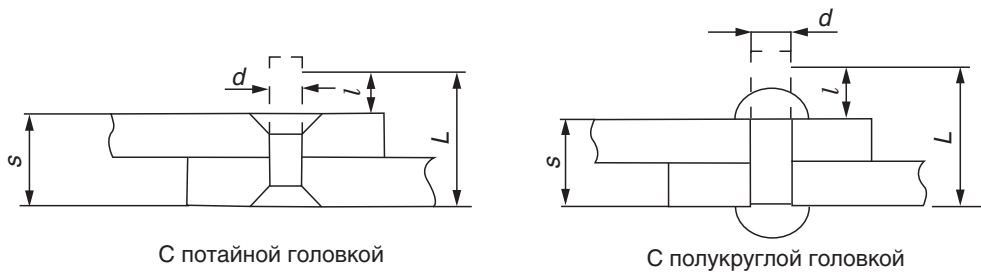

Рис. 75. Расчет длины заклепки
Длина стержня заклепки (L) определяется в зависимости от общей толщины соединяемых деталей и формы замыкающей головки (рис. 75). Замыкающая головка образуется из выступающей части стержня. Длина выступающей части стержня заклепки (l) должна составлять: для потайной головки — $0,8 - 1,2d$, для полукруглой головки — $1,2 - 1,5d$.
Используя рисунок 75, рассчитайте длину заклепки с полукруглой головкой, если известно, что $s = 20$, $d = 15$.